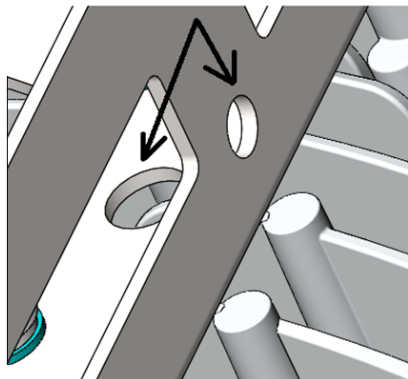

Рис.9
- разъединить коннекторы А. Количество коннекторов может быть от 1 до 3 соответственно количеству драйверов, см. рис. 9;
Допустимый тип удлинителя кабеля: двухжильный, диаметр 4-12 мм, сечение жил 2.5-4.0 мм². Количество удлинителей кабелей должно равняться количеству коннекторов (драйверов), см. рис. 9. Для соединения необходимо использовать дополнительные коннекторы (входят в комплект поставки). При количестве драйверов более одного допускается подключение драйверов к сегментам световой части без определенного соответствия (сегменты световой части равнозначны между собой).